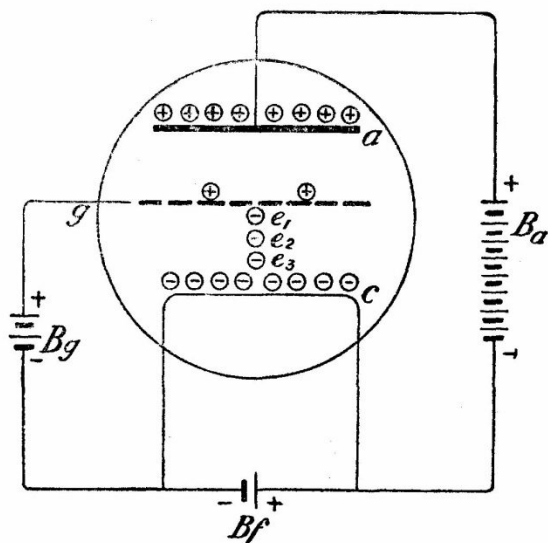

FIG. 3 - RAPPRESENTAZIONE SCHEMATICA DEL FENOMENO TERMOIONICO IN UN TRIODO.
(1) La prima domanda che il profano di termoionica si può rivolgere è questa: l'elettrone e , (della fig. 3) emesso dal filamento incandescente da qual parte si dirigerà, quanto tempo impiegherà a raggiungere la placca?